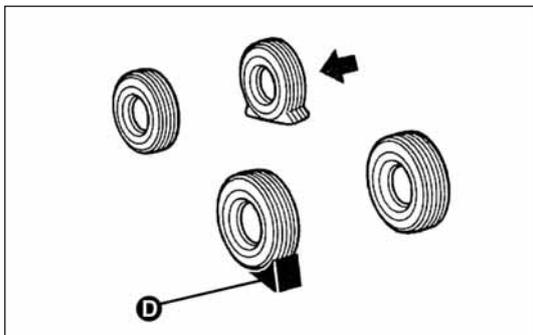

fig. 134b
- coloque la cuña de bloqueo D en la parte trasera, en la rueda diagonalmente opuesta a la que desea sustituir fig. 134b para prevenir movimientos del vehículo cuando esté levantado;